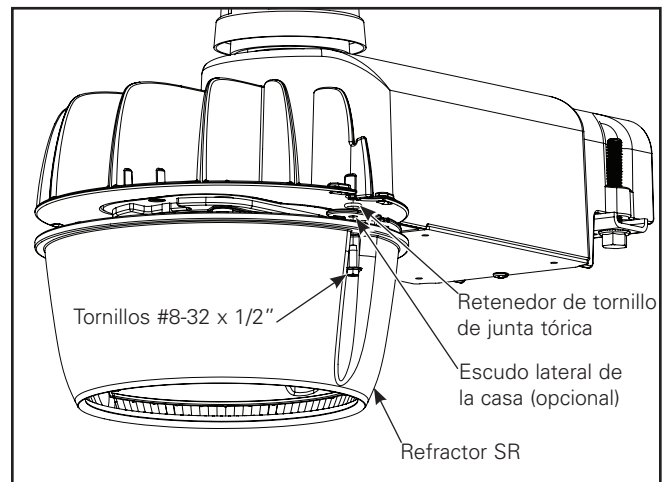

Figura 13.
3. Instale el refractor SR en la carcasa fundida a presión en las dos ubicaciones de montaje laterales. (Figura 13).